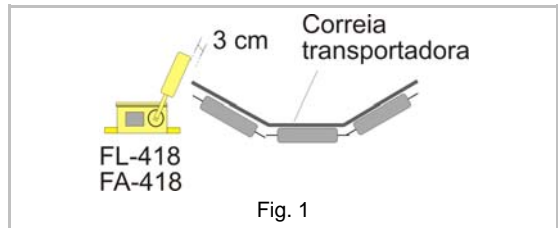

Fig. 1
- Deve existir uma folga de 3 cm entre a correia e o rolete para evitar sinais falsos de desalinhamento. A correia deve atingir perpendicularmente o rolete em seu ponto médio. (fig. 1)